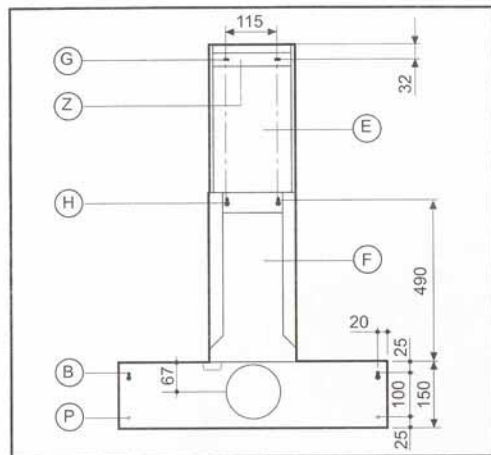

Fig.2
Faça 4 furos (G-H) respeitando as medidas indicadas na Fig. 2.
Fixe o suporte (Z) na parede (Fig. 2).
Pendure o tubo de conexão (F) utilizando os 2 furos (H) Fig. 2.